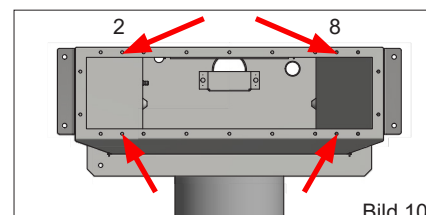

Bild 10.
7. Montera väggbeklädnad (fix, kakel, mosaik etc.). Säkerställ att monteringshålen (enligt bild 10) för fästramen är fria så att fästramen går att montera senare.